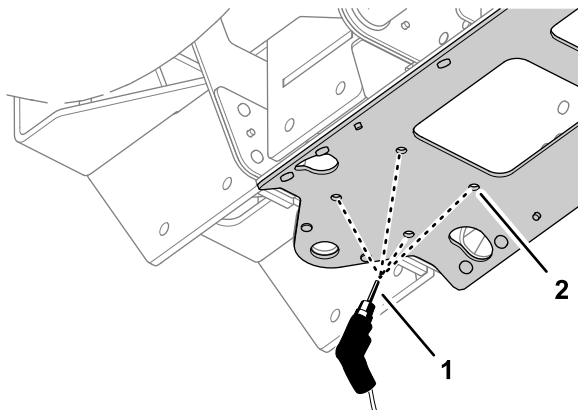

図 51
7. 6に示すように、ステップ図 51 で作成したセンターパンチマークの位置に、センターチャンネルプレートに10 mm ($\frac{3}{8}$ ") の穴を4つ開ける。